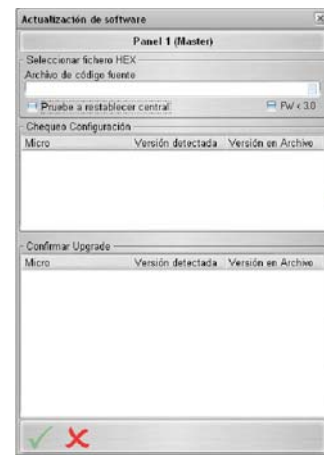

Figura 22 Ventana **Actualización de firmware**.
**Actualización de firmware** Se abre la ventana de la Figura 22 donde se puede realizar un upgrade firmware de todas las interfaces del sistema (MainBoard, interfaz usuario Loop Controller), seleccionando el fichero de origen.